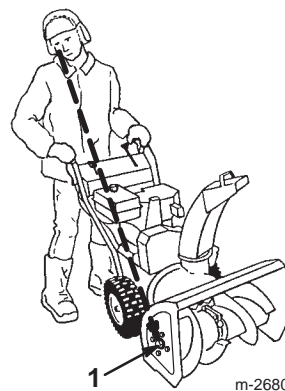

Figure 20
**Important** Vérifiez que la tarière et la roue hélice ne tournent pas quand le levier de commande de tarière/roue hélice est *débrayé*. Tenez-vous à la position de conduite et observez le côté du carter de la tarière (Fig. 20). Une
grande tête de vis sur le côté du carter tourne en même temps que la tarière et la roue hélice (Fig. 20). *Si la tarière et la roue hélice tournent alors que le moteur est en marche et le levier de commande de tarière/roue hélice est débrayé, arrêtez immédiatement la déneigeuse.* Reportez-vous à la rubrique Réglage de la courroie d'entraînement de tarière/roue hélice, page 24. Si le problème persiste, portez la déneigeuse chez un réparateur Toro agréé pour la faire réviser.